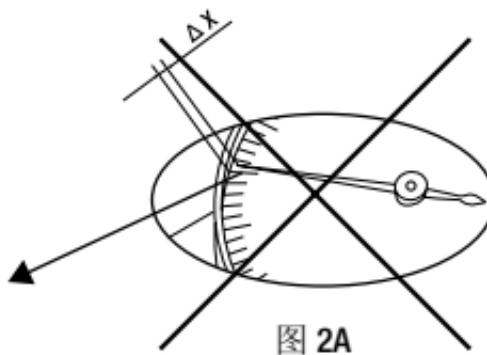
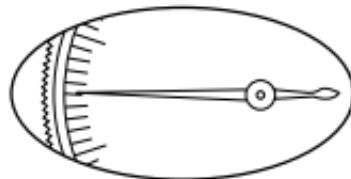

图 2A
图 2B
判读误差: 测量时务必小心谨慎, 避免判读误差 (Δx)。在观察方向与刻度盘不垂直时, 就会产生这样的误差(图 2A)。读数时眼睛应垂直于刻度盘 (3) (图 2b)。